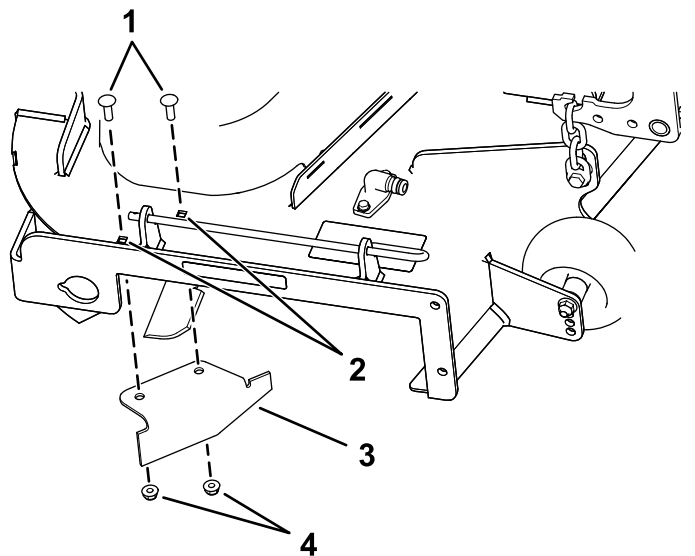

Рисунок 15
9. Найдите отсекающий дефлектор в пакете с отдельными деталями и снимите крепежные детали в задних отверстиях пластины выброса (**Рисунок 15**).